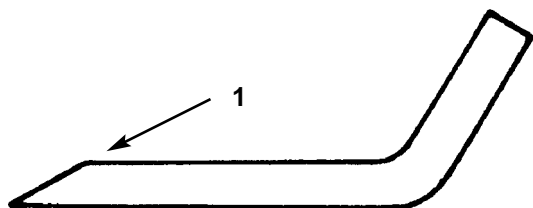

Fig. 37
1. Utilizzate una lima per affilare il tagliente da ambo le estremità della lama (Fig. 37). Mantenete l'angolo originale. La lama mantiene il bilanciamento se lo stesso quantitativo di materiale viene asportato da entrambi i taglienti.